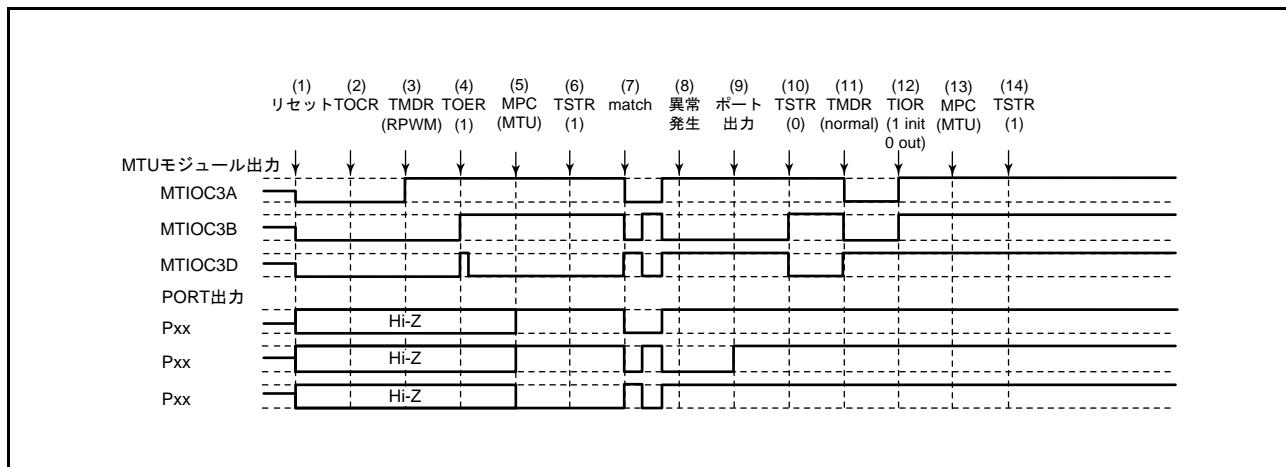

図 22.152 リセット同期 PWM モードで異常が発生し、ノーマルモードで復帰する場合
リセット同期 PWM モードで異常が発生し、再設定後ノーマルモードで再スタートする場合の説明図を図 22.152 に示します。
- (1) ~ (10) は図 22.152 と共通です。
- (11) PWM モード 1 を設定してください (MTU 出力は正相側が Low、逆相側が High となります)。
- (12) TIOR レジスタで端子を初期化してください。なお、PWM モード 1 では MTIOCnB (MTIOCnD) 端子に波形が出力されません。出力すべきレベルがある場合は、I/O ポートのポート方向レジスタ (PDR)、ポート出力データレジスタ (PODR) で汎用出力ポートの設定をしてください。
- (13) MPC と I/O ポートのポートモードレジスタ (PMR) で MTU 出力としてください。
- (14) TSTR レジスタで再スタートします。
(28) リセット同期 PWM モードで動作中に異常が発生し、相補 PWM モードで再スタートする場合の動作
- (11) TOER レジスタで MTU3、MTU4 の出力を禁止してください。
- (12) TOCR レジスタで相補 PWM モードの出力レベルと周期出力の許可 / 禁止を選択してください。
- (13) 相補 PWM を設定します (MTU の周期出力端子は Low になります)。
- (14) TOER レジスタで MTU3、MTU4 の出力を許可してください。
- (15) MPC と I/O ポートのポートモードレジスタ (PMR) で MTU 出力としてください。
- (16) TSTR レジスタで再スタートします。
(29) リセット同期 PWM モードで動作中に異常が発生し、リセット同期 PWM モードで再スタートする場合の動作
- (11) MPC と I/O ポートのポートモードレジスタ (PMR) で MTU 出力としてください。
- (12) TSTR レジスタで再スタートします。
- (13) コンペアマッチの発生によりリセット同期 PWM 波形を出力します。